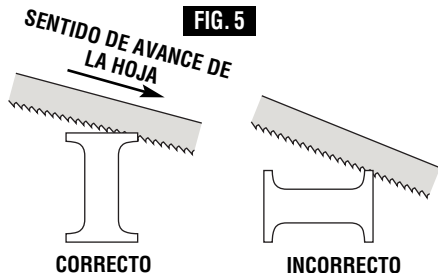

FIG. 5
2. Comience a cortar en una superficie donde el mayor número de dientes vaya a estar en contacto a la vez con la pieza de trabajo (Fig. 5).